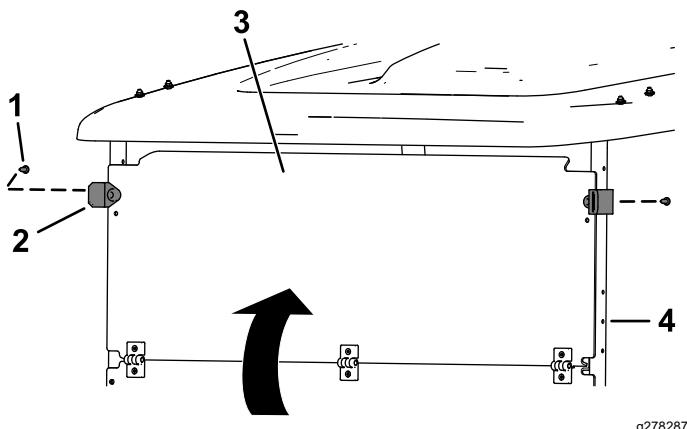

Рисунок 2
1. Разложите складное ветровое стекло и прикрепите его верхнюю часть к опорным трубам навеса, вставив 2 резиновых зажима и 2 короткие пластмассовые заклепки в верхние отверстия (Рисунок 2).